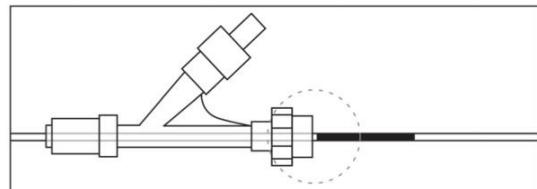

図 1
- 9.長さ150cm以上のマイクロカテーテルを使用している場合、X線不透過マークが回転式止血弁に揃うまで、デリバリープッシュヤーを進める(図1)。この時点でX線透視によるガイドを開始する。